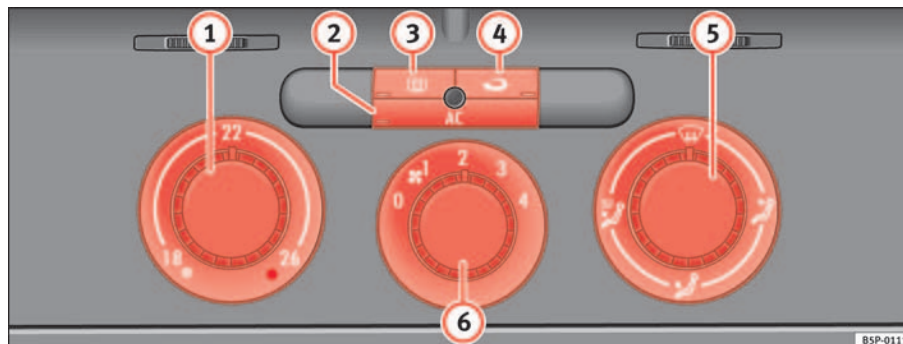

Fig. 123 Comandos do Climatic no painel de instrumentos
- Com os reguladores ⇒ fig. 123 1 e 5 e com o interruptor 6 é ajustada a temperatura, a distribuição do ar e o nível do ventilador.
- Ligar o ar condicionado com o botão ⇒ página 151, fig. 123 .